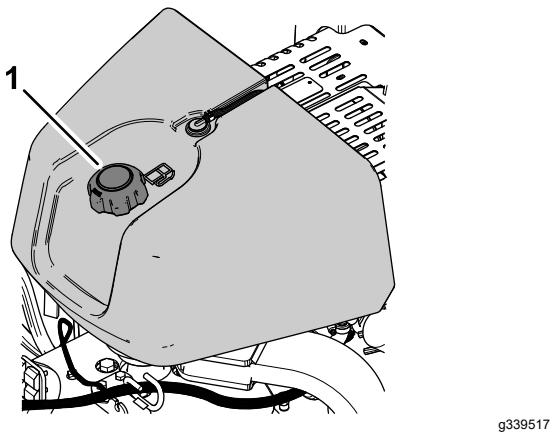

Figura 30
2. Pulite l'area attorno al tappo del serbatoio del carburante e rimuovetela (Figura 30).